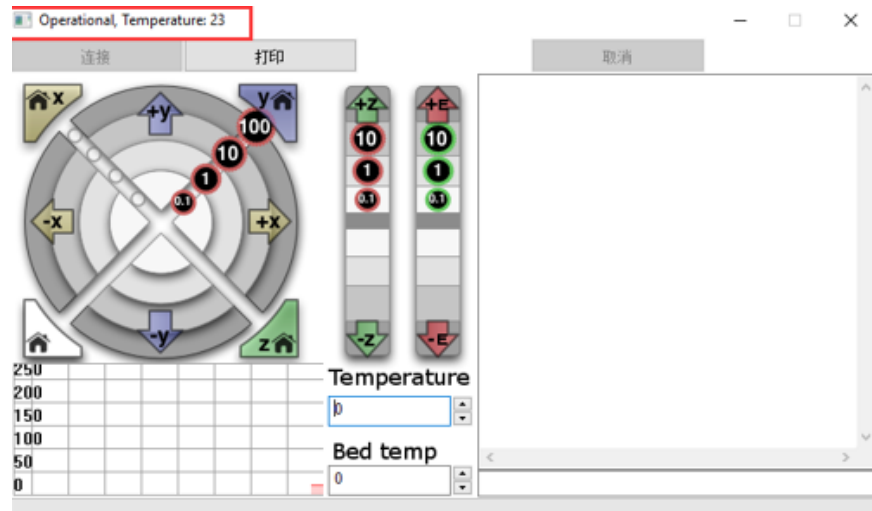

图 5.132 打印窗口
- 连接成功后，会弹出打印窗口，并显示当前打印头温度，如图 5.132所示。